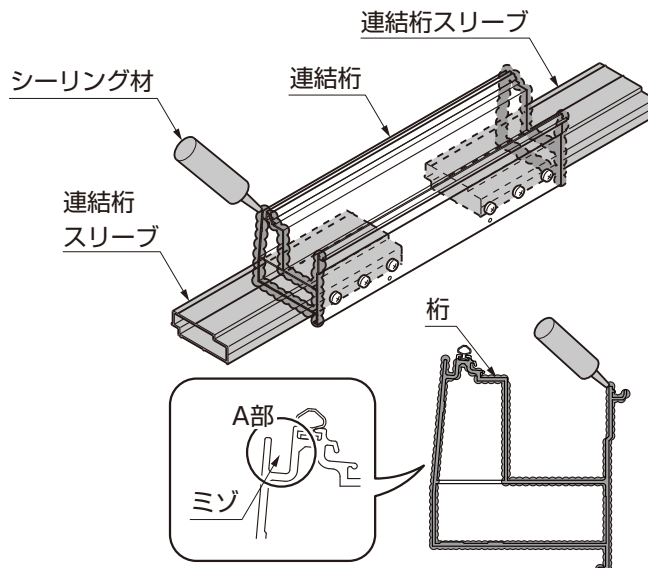

図1-25 連棟時 桁
- A部のミゾは、シーリングで埋めないようにしてください。(図1-25参照)